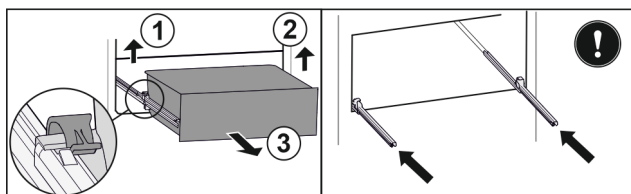

Fig. 170
- Nadvihnite ľavú svorku a súčasne ťahajte zásuvku vľavo dopredu. Fig. 170 (1)
- Nadvihnite pravú svorku a súčasne ťahajte zásuvku vpravo dopredu. Fig. 170 (2)
- ▶ Odoberte zásuvku dopredu. Fig. 170 (3)